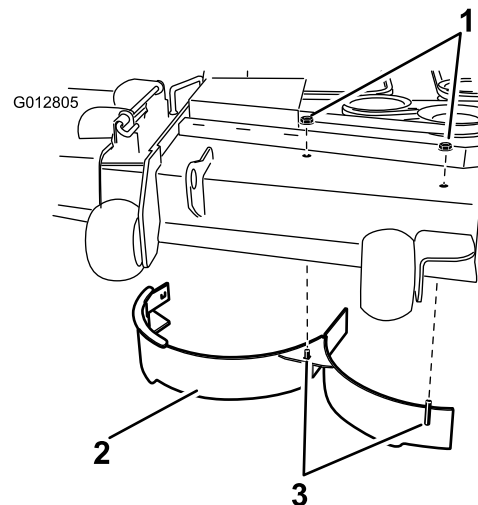

Figura 34
- Retire las dos contratuercas (5/16 pulgada) que sujetan las clavijas soldadas del deflector derecho a la parte superior de la carcasa de corte en las posiciones centro y centro derecha (Figura 34). Retire el deflector derecho de la carcasa de corte.